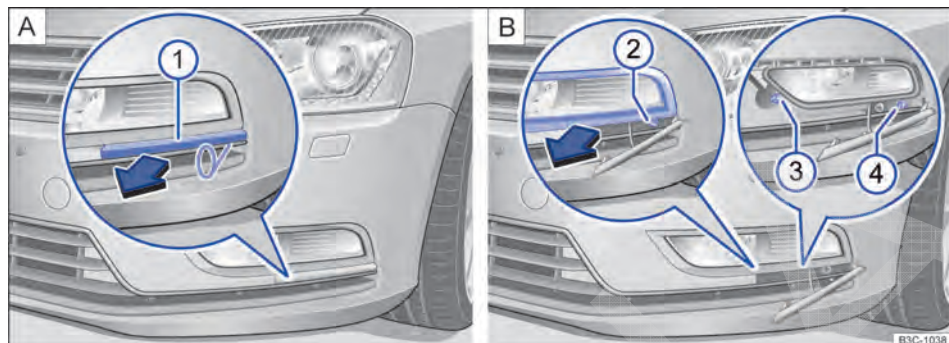

Fig. 276 No para-choque dianteiro à esquerda: lanterna para luz de neblina, farol de rodagem diurna e farol de conversão.
2. +Com o gancho extrator das ferramentas de bordo, puxar ⇒ Página 418 a capa de cobertura ⇒ Fig. 276 A ① para frente, no sentido da seta.
3. Com a chave de fenda das ferramentas de bordo ⇒ Página 418, desaparafusar o parafuso de fixação ⇒ Fig. 276 B ②.
4. Puxar a cobertura ⇒ Fig. 276 para frente no sentido da seta.
5. Desparafusar os parafusos de fixação ⇒ Fig. 276 B ③ e ④ com a chave de fenda.
14. Aparafusar os parafusos de fixação ⇒ Fig. 276 B ③ e ④.
15. Instalar a cobertura no para-choque e parafusar o parafuso de fixação ⇒ Fig. 276 B ②.
16. Instalar a capa de cobertura ⇒ Fig. 276 A ① no para-choque.